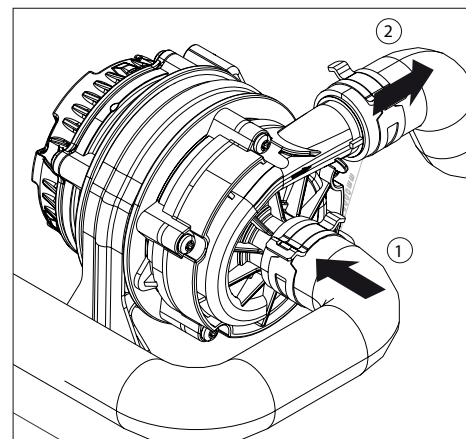
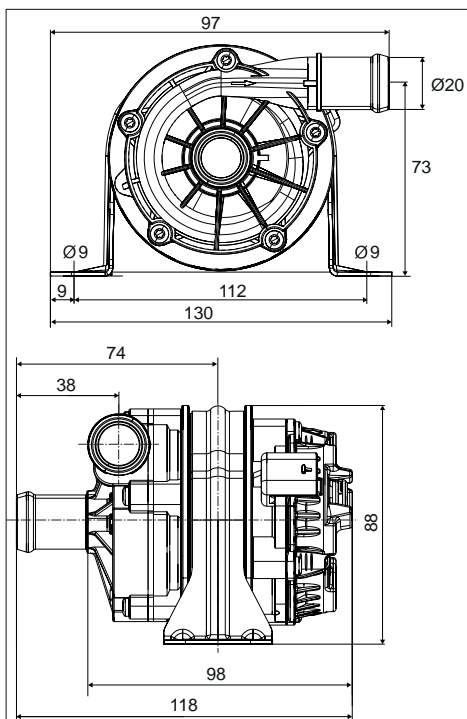

Bild 09: Vattenpump U4850, exempel på montering
Bild 10: Vattenpump U4850, monteringsmått (i mm)
► Montering av vattenpump, se Bild 03, Bild 09 och Bild 10.